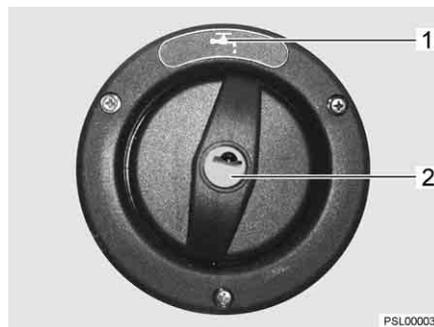

Fig. 205 Tapa de cierre para el tubo de llenado de agua potable
El tubo de llenado de agua potable está identificado con el símbolo "⚠" (Fig. 205,1). La tapa de cierre se abre o cierra con la llave para las cerraduras de trampilla exteriores.
- Introducir la llave en el cilindro de cierre (Fig. 205,2) y girarla un cuarto de vuelta en sentido contrario a las agujas del reloj.